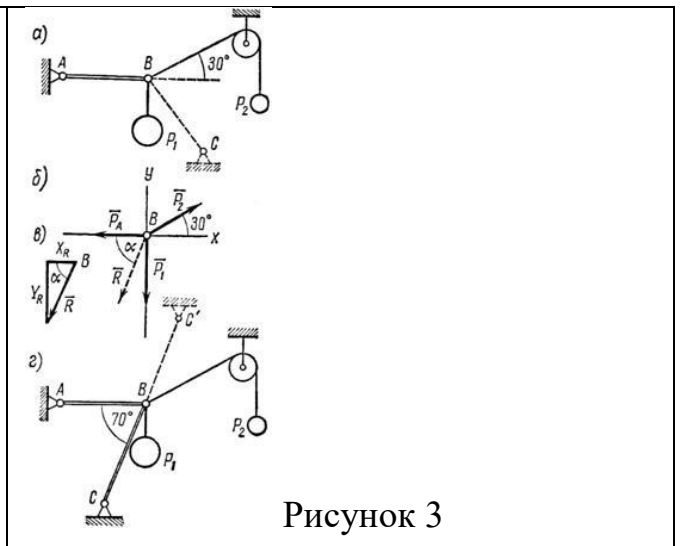

Рисунок 3
2. На конце В горизонтального стержня АВ необходимо прикрепить две нити с грузами $P_1 = 4 \text{ кН}$ и $P_2 = 0,8 \text{ кН}$, как показано на рис. 3, а. Под каким углом к этому стержню следует присоединить второй стержень ВС, чтобы стержень АВ растягивался силой $P_A = 2 \text{ кН}$. Какое усилие при этом будет испытывать стержень ВС?